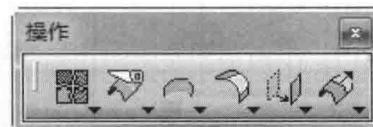

图 2-7 “操作”工具栏
- 操作：用于修改操作，可以对曲线和曲面等对象进行修改，工具栏如图 2-7 所示。